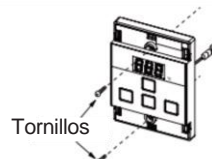

Fig. 3
6. Fije el control remoto a la pared con los tornillos correspondientes (Fig. 3).